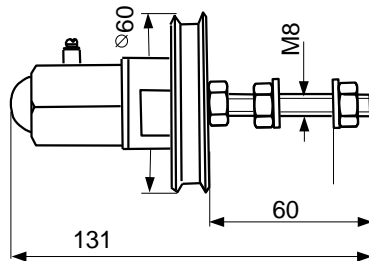

Рисунок 4 – Индикатор.
7.3 Индикатор (рис. 4) состоит из металлического корпуса с резьбовой шпилькой М8, дисковыми контактами, разделенными изолирующей шайбой, и съемного колпачка, в котором находится плата контроля и индикации с ярким светодиодом красного цвета (угол обзора более 160°) и другими элементами схемы, залитая компаундом. На шпильке М8 ус-